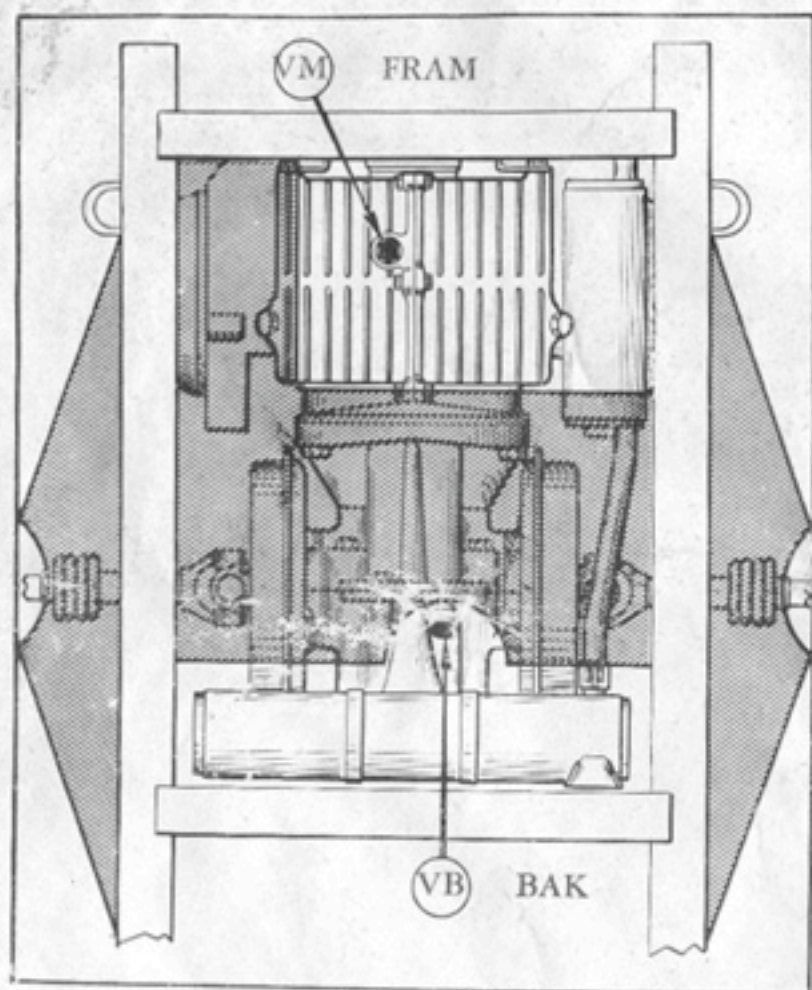
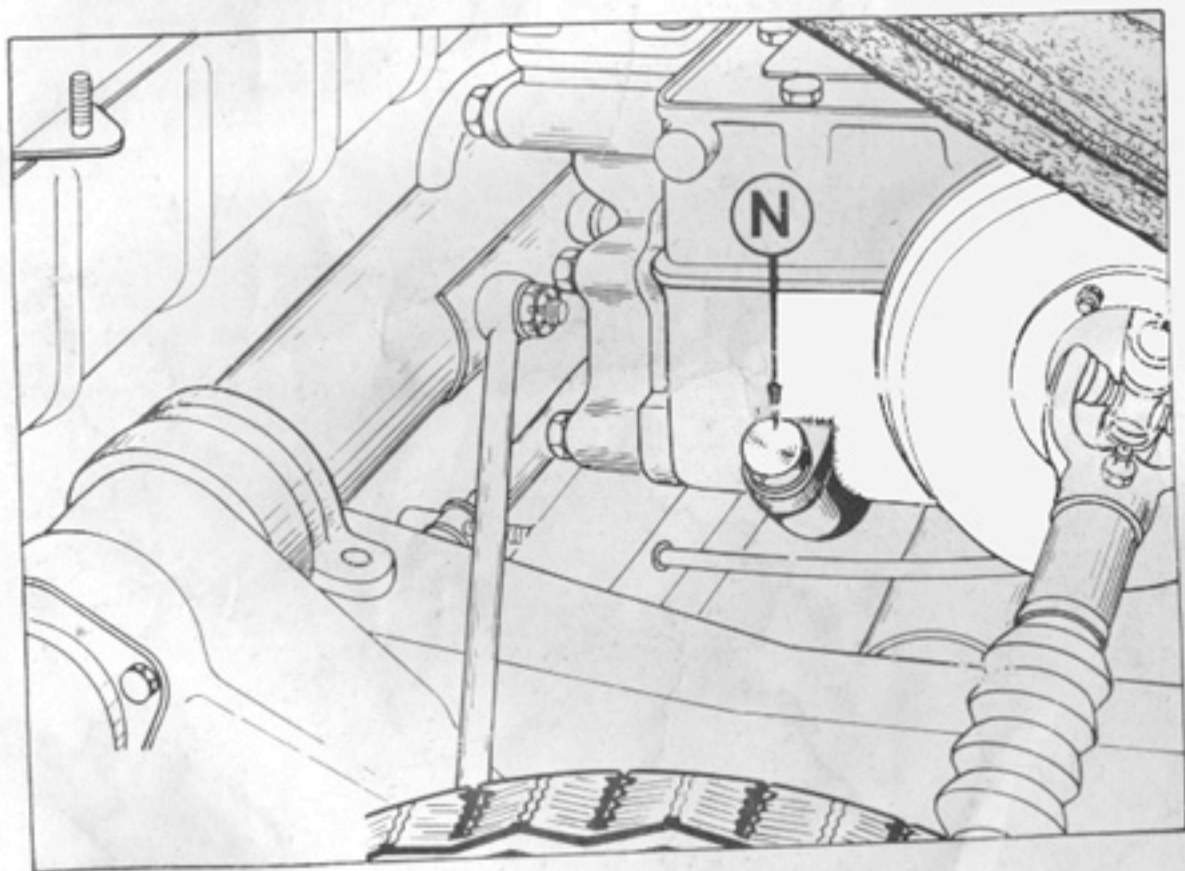

Fig. 15.
Fig. 20. PÅFYLLNINGSPLOGG FÖR VÄXELLÅDAN.
Efter 300 mil tappas motorn helt, medan oljan är varm (bottenpluggen VM, fig. 15). Låt resterande olja rinna av under ca 15 min. Tryck ned framvagnen, så att all oljan rinner ut.
- a. Oljeståndet i växellådan (N, fig. 20). Oljan skall stå upp till kanten av förskruvningen. Fyll vid behov på med växellådsolja SAE 80.
- c. tömma växellådan (VB, fig. 15) och fylla i 1 liter (noggrant mått) ny växellådsolja SAE 80 (fig. 20).